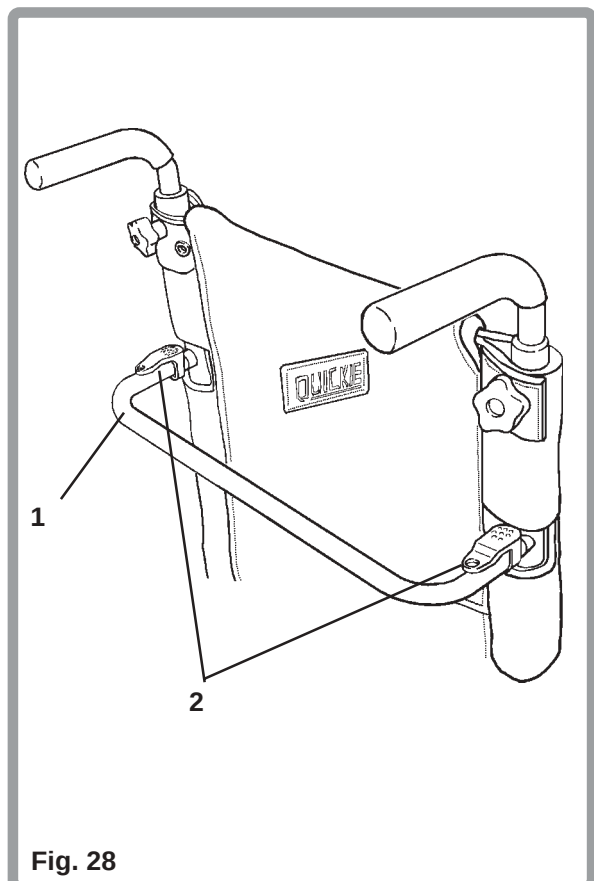

Fig. 28
Om deze rolstoelen te voorzien van extra stevigheid (Fig. 28), wordt de rolstoel standaard geleverd met een stabilisatiestang (1). Voor het verwijderen van de stabilisatiestang, voordat u de rolstoel samen vouwt, dienen de hendels (2) aan beide zijden van de stang ingedrukt te worden. De stabilisatiestang kan verwijderd worden door de stang, met ingedrukte hendels, naar achteren te trekken.